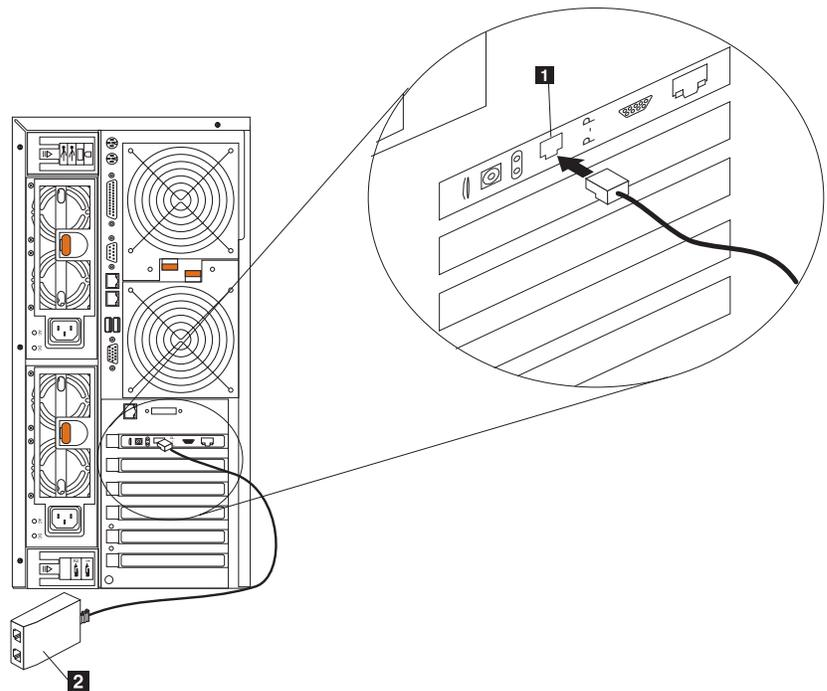
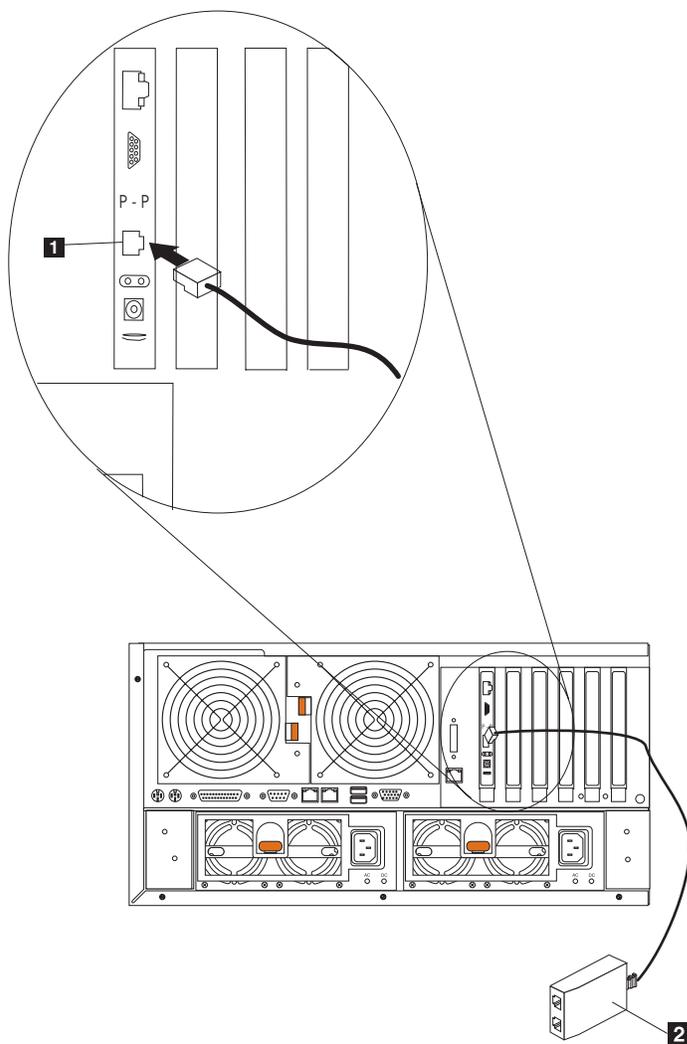

Figure 85. Connexion du module d'interconnexion ASM à la carte RSA (Remote Supervisor Adapter) (Modèle 25T)
Figure 86. Connexion du module d'interconnexion ASM à la carte RSA (Remote Supervisor Adapter) (Modèle 25T avec l'option de conversion pour montage en rack)
1. Connectez le module d'interconnexion ASM **2** au port d'interconnexion ASM de la carte RSA (Remote Supervisor Adapter) **1**. Ce port est reconnaissable au libellé *P - P* (signifiant *peer-to-peer*) figurant sur le panneau arrière de la carte. La figure 85 et la figure 86 à la page 110 montrent la carte RSA (Remote Supervisor Adapter) installée dans le Modèle 25T.